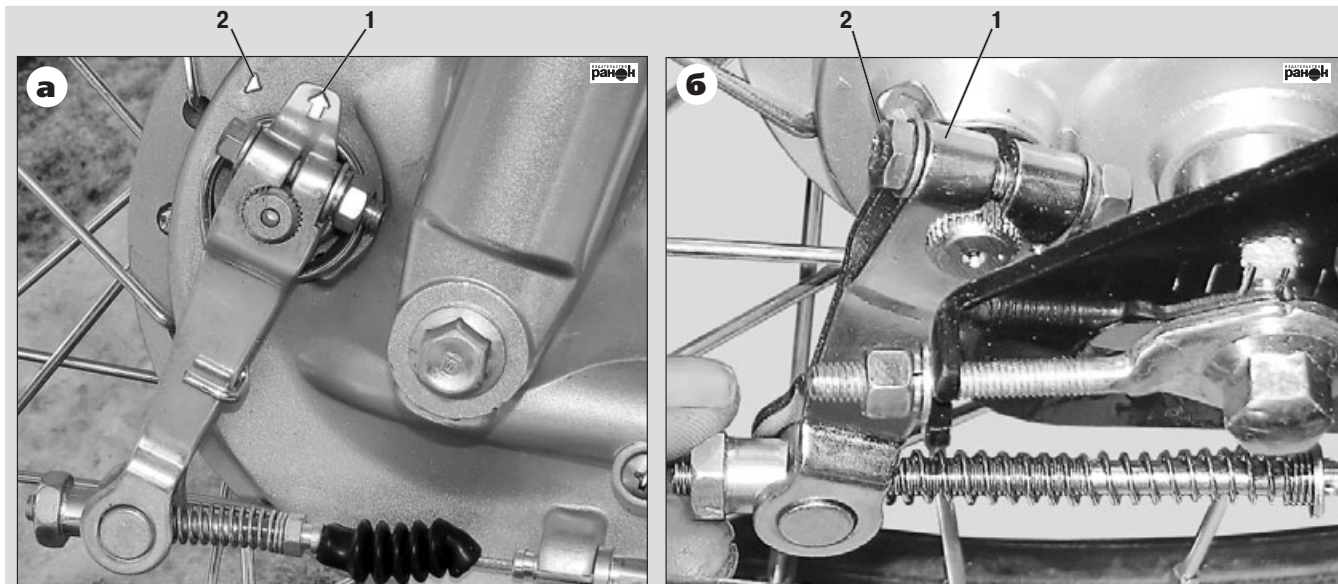

Рис. 35. Расположение меток износа тормозных колодок (а – переднего колеса; б – заднего колеса): 1 – метка на тормозном рычаге; 2 – метка на тормозном барабане
Износ тормозных колодок можно определить по меткам, нанесенным на тормозном рычаге и тормозном барабане (рис. 35). С новыми тормозными колодками метки должны располагаться, как показано на рис. 35. совме-
- открутив гайку крепления, вынуть шпильку колеса (рис. 35);